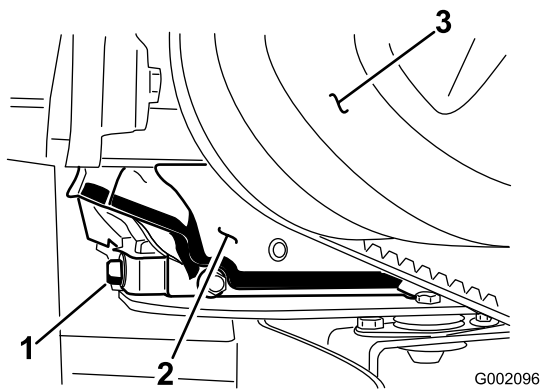

Рисунок 38
5. Установите сливной поддон емкостью 1,5 л под пробку сливного отверстия (Рисунок 38).
6. Снимите пробку сливного отверстия (Рисунок 38).